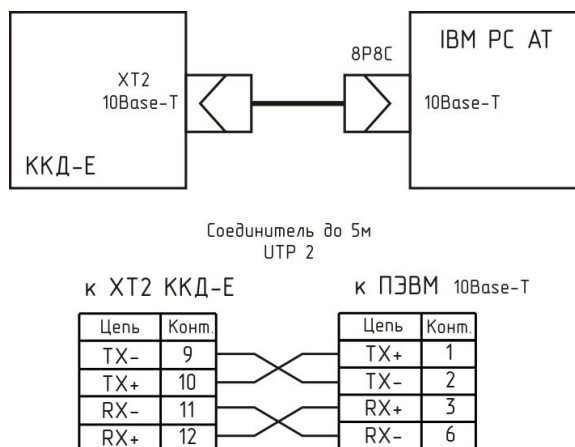

Рисунок 30 - Соединитель Ethernet
1. Подсоединить ККД-Е к той же сети, в которой работает персональный компьютер, используемый для конфигурации ККД-Е (рисунок 30).